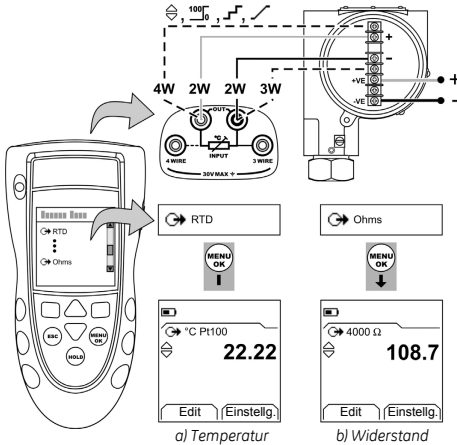

Abbildung 2: Beispielkonfiguration: Simulation von Temperatur oder Widerstand eines RTD
1. Schließen Sie das Gerät an (Abbildung 2) und ändern Sie ggf. die Option *Konfig.* (Tabelle 1).